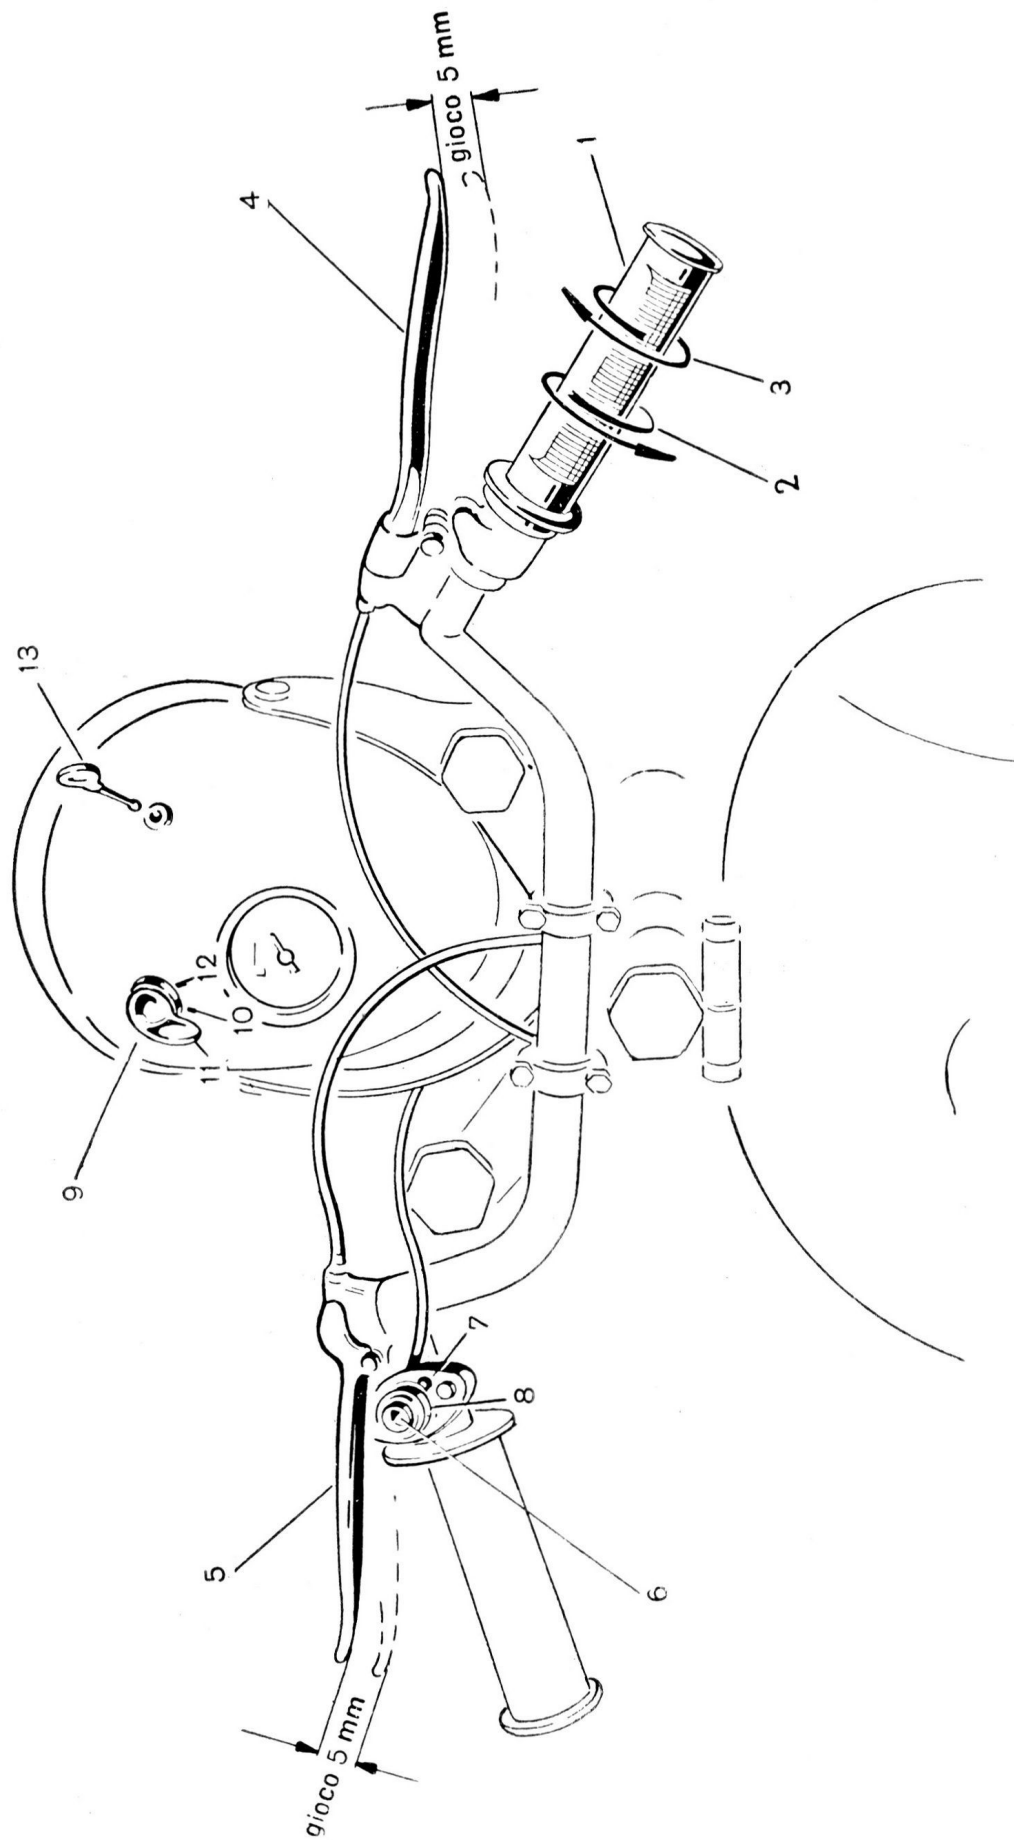
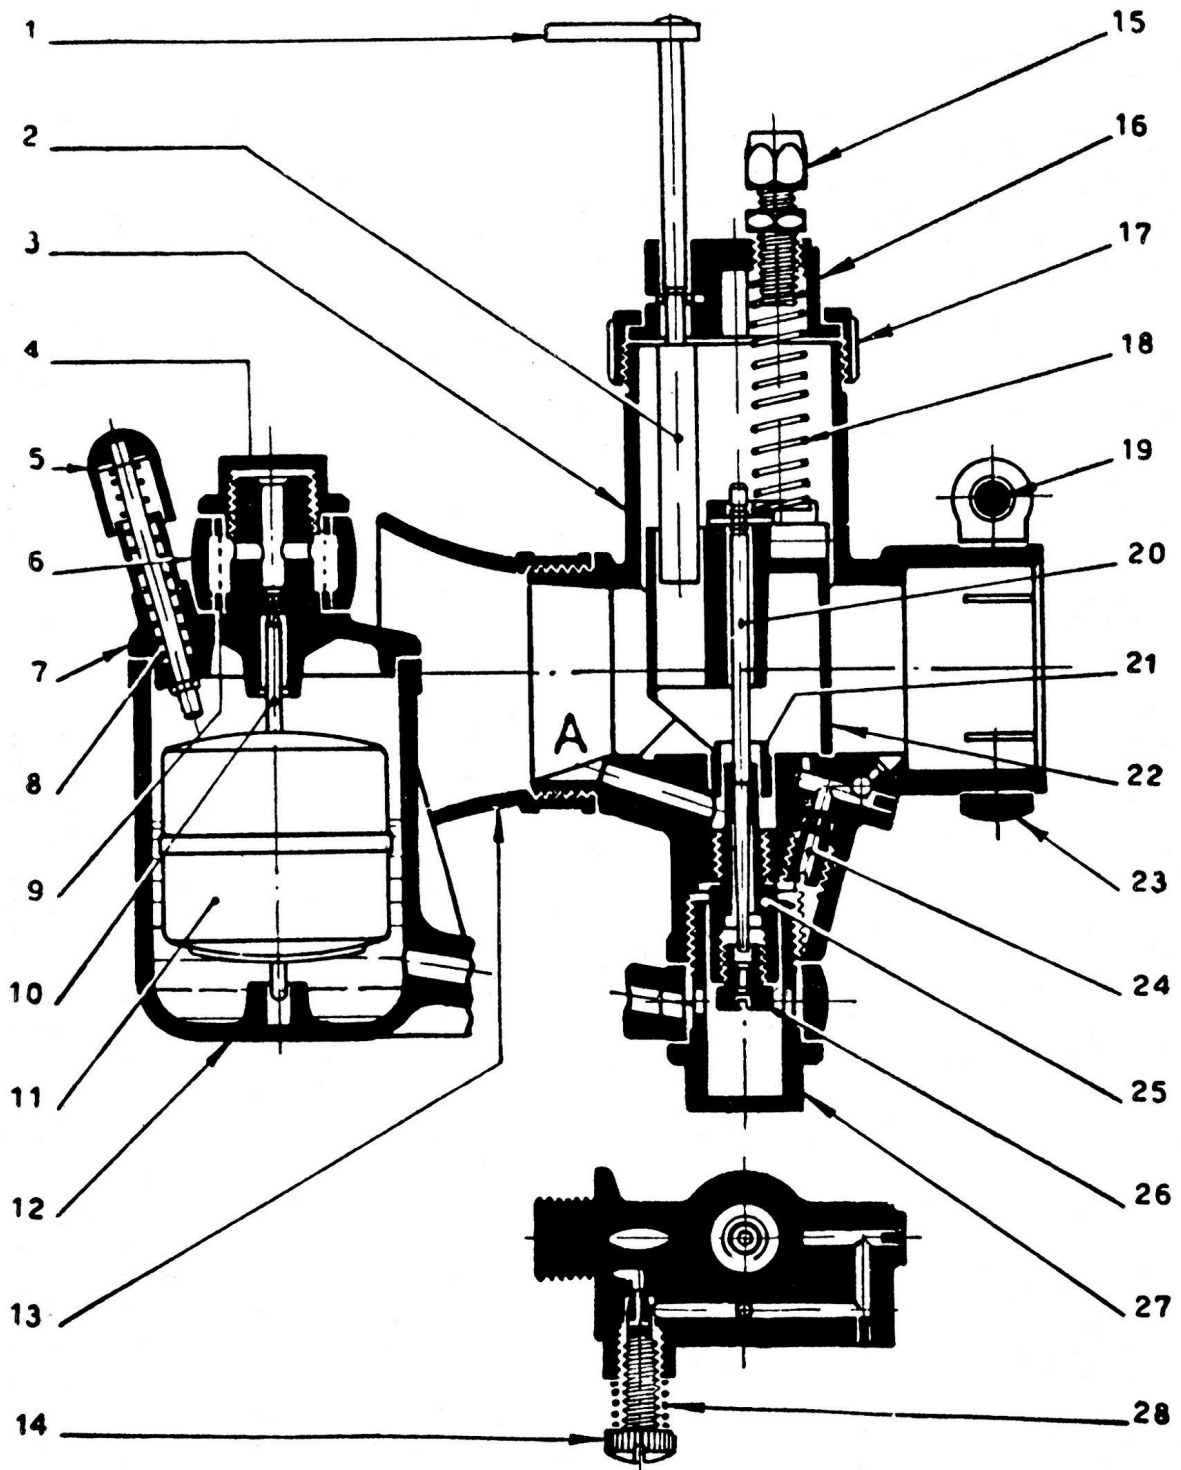

Fig. 5 - Comandi
Fig. 13 - Schema del carburatore
- Introdurre la chiavetta d'accensione nel fanale (solo per ISO 150 (13 fig. 5). Abbassare la leva dello starter (1 fig. 13), premere alcune volte l'agitatore (5 fig. 13) per richiamare miscela. Girare indietro per un terzo circa la manopola del gas (2 fig. 5). Premere dolcemente 4 o 5 volte sul pedale d'avviamento, facendolo muovere su e giù, poi energicamente dare un colpo a fondo.
Importante: Prima di partire, o al massimo dopo un centinaio di metri, alzare tutta l'astina dello starter (1 fig. 13).
- Tirare a fondo la leva comando frizione (5 fig. 5):
- Lasciare dolcemente la leva della frizione, aprendo contemporaneamente il gas, manovrando la manopola (1 fig. 5), in modo che il motore abbia continua tendenza ad accrescere il numero dei giri.
CARBURATORE: fig. 13
Sul carburatore del motore 150 cc. è montato un filtro speciale con epuratore d'aria e silenziatore, provvisto del dispositivo per il ricupero della miscela rifiutata all'aspirazione. Esso attenua fortemente il rumore dovuto all'aspirazione. Lo schema della fig. 13 vale praticamente per entrambi i carburatori.